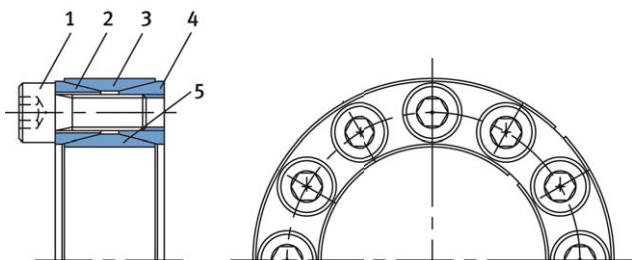

Abb. 2
Vor der Montage sind Passungsspiele und Oberflächenbeschaffenheit der Anschlusskonstruktion zu überprüfen. Das Spannelement wird einbaufertig geliefert. Nach längeren Lagerzeiten oder bei einer Wiedermontage müssen alle Kontaktflächen (Abb. 2), die Gewinde und Schraubenkopfauflagen des gereinigten Elementes mit einem leichten Ölfilm versehen werden.
**3. Schritt:** Spannschrauben (Abb. 2, Pos. 1) leicht anziehen, bis eine Berührung mit den Kontaktflächen von Welle und Nabe erfolgt. Die Nabe ist dabei entsprechend auszurichten.